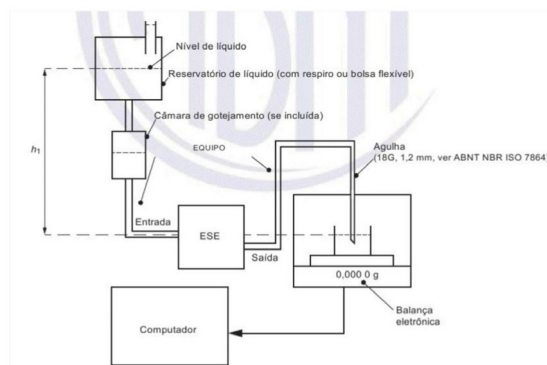

Figura 5 - Aparato de calibração.
1. Realize a montagem do aparato de calibração conforme Figura 5.